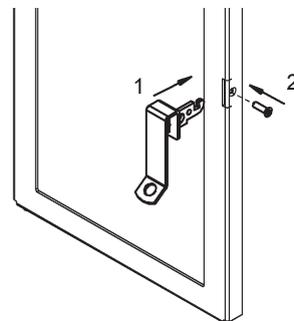

Рис. 2.1.2. Установка ручки дверцы
- На модели КН-Т установить ручку подъемной дверцы на конце туннеля (рис. 2.1.2)